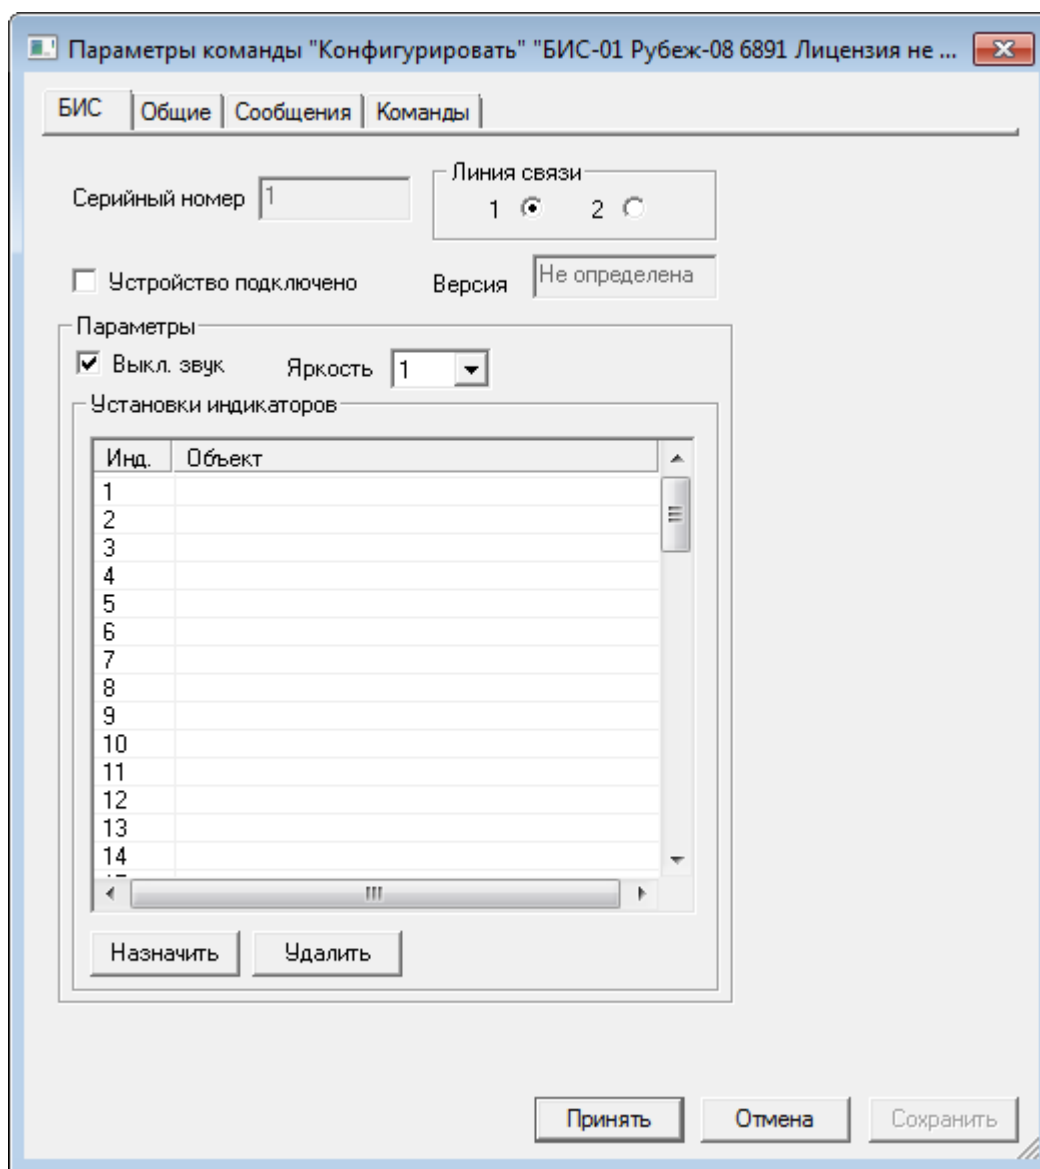

Рисунок 9 — Добавление элемента БИС-01 Рубеж-08
1. Для выключения сигнализации на вкладке **БИС** (рисунок 9) свойств элемента отметить галочкой флаг **Выкл. звук**.